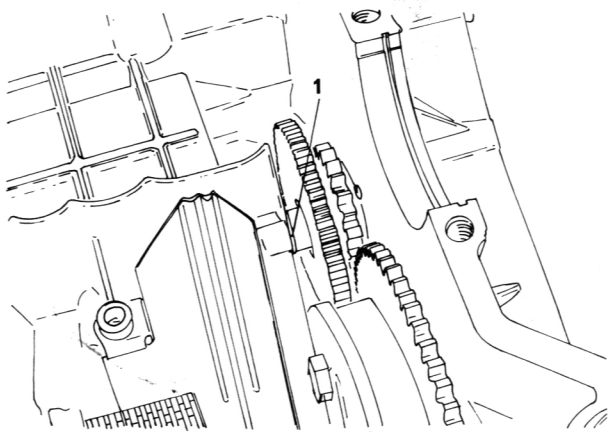

Bild 113
- Das Anlasserzwischenzahnrad gemäss Bild 113 einsetzen. Nicht vergessen, den Federring einzusetzen.